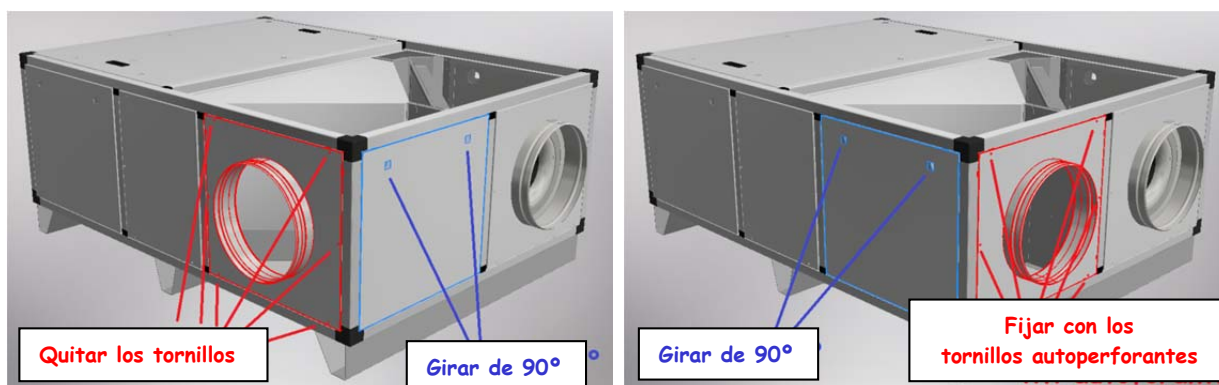

Figura 7 - Modificación de la orientación de las conexiones
En caso que sea necesario cambiar la orientación de las conexiones para los conductos del aire (después de la entrega del material) también es posible hacerlo durante el proceso de instalación de la siguiente manera: (véase Figura 7):
- eliminar los filtros sucios tomando como referencia las imágenes de la Figura 7 y Figura 8;
Figura 7 – Secuencia de operaciones para quitar los filtros en las unidades de tamaño pequeño: después de haber desplazado (imagen a la izquierda) o quitado (imagen a la derecha) los retenes de filtro, quitar los filtros de las guías.